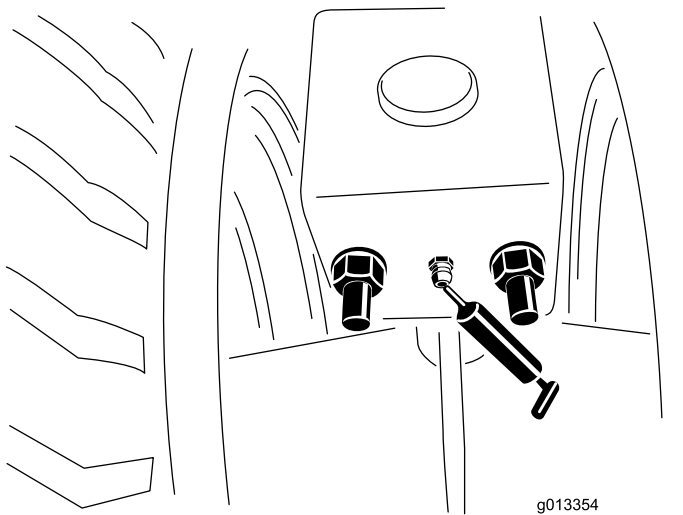

Рисунок 54
1. Очистите пресс-масленки (Рисунок 54).